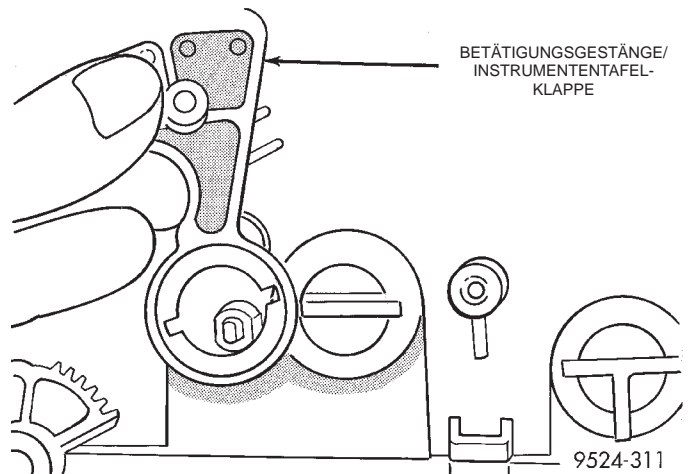

Abb. 104 Hebelgestänge der Instrumententafelklappe
(33) Schlitze am Betätigungsgestänge der Instrumententafelklappe ausrichten und Gestänge vom Gehäuse abbauen (Abb. 104).